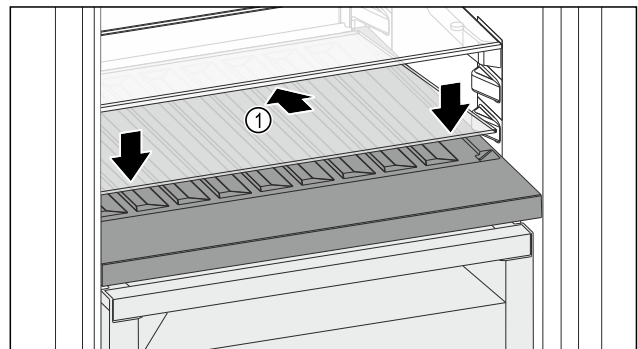

Fig. 134
- ▶ Glasplatte Fig. 134 (1) schräg und nach hinten unten geneigt ansetzen.
- ▶ Glasplatte Fig. 134 (1) vorne absenken.